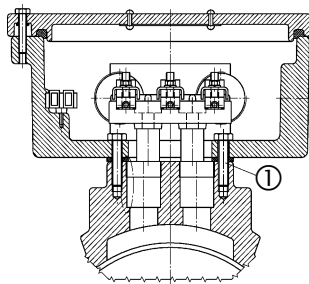
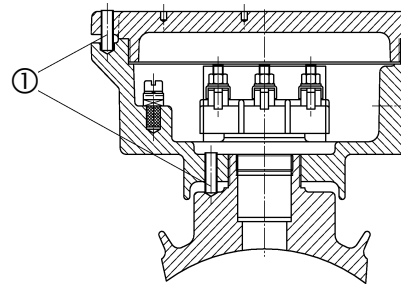

Abbildung 5: Klemmenkasten EAR 132 mit Befestigungsschraube 1
Abbildung 6: Klemmenkasten CAR 80 mit Gewindestift 1
Öffnen Sie den Kasten durch Lösen der Deckelschrauben (Abbildung 5) oder bei Ausführung mit Gewindestift (Abbildung 6) durch zurückdrehen des Gewindestiftes und anschließendem Aufdrehen des Gewindedeckels. Verschließen Sie den Klemmenkasten nach dem Netzanschluss in gleicher Weise.
- die vier Befestigungsschrauben (→ Abbildung 5) oder
- die Verdrehsicherung durch den/die Gewindestifte (→ Abbildung 6).Die Schrauben sind durch anaeroben Kleber gesichert. Dieser kann durch einen Hammerschlag auf den Schraubenkopf gelöst werden.
Klemmenkästen, die entsprechend Abbildung 6 befestigt sind, dürfen Sie vom Gewindeanschlag maximal eine Umdrehung zurückdrehen.